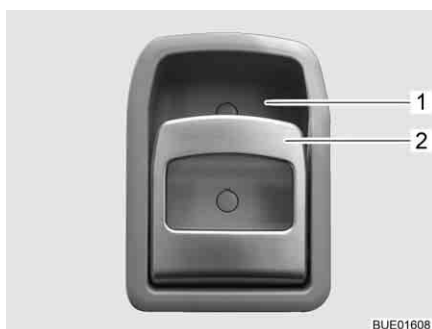

Fig. 47 Serrure de la porte cellule, à l'intérieur
- Tirer sur la poignée (Fig. 47,2). La serrure de la porte se déverrouille et s'ouvre.
- Appuyer sur la poignée (Fig. 47,2) en haut en direction de l'évidement (Fig. 47,1) dans lequel elle repose. La serrure de la porte se verrouille.